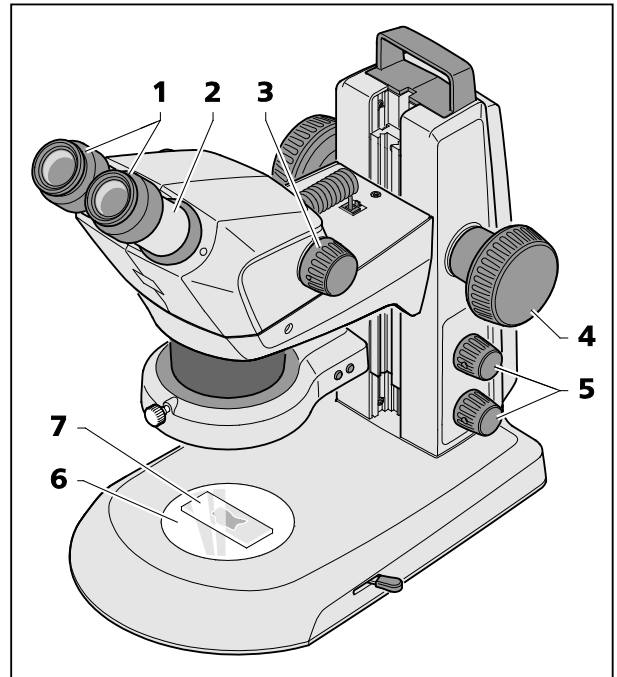

Fig. 18 Ajuste del estereomicroscopio
1. Poner el objeto (Fig. 18/7) en el centro de la placa de vidrio resp. la placa de material plástico (Fig. 18/6) e iluminar (Fig. 18/5).
2. Poner la compensación de dioptrías en los oculares ajustables (Fig. 18/1) a "0".
3. Ajustar la distancia interpupilar individual al desplazar lateralmente los portaoculares (Fig. 18/2) hasta que sea visible sólo **un** círculo luminoso (campo de objeto) sin lados cortados al mirar por los oculares con ambos ojos.
4. Poner el valor zoom (Fig. 18/3) primero al aumento más pequeño.
5. Enfocar un detalle relevante pequeño en el centro de la imagen del objeto (Fig. 18/4).
6. Ajustar el valor zoom máximo (Fig. 18/3). Debido al aumento, el detalle relevante probablemente vuelva a aparecer sin nitidez y ya no se encuentra en el centro de la imagen.
7. Enfocar el objeto nítidamente, luego buscar otra vez el detalle al desplazar el objeto y volver a enfocar exactamente (Fig. 18/4).
8. Luego ajustar otra vez el valor zoom más pequeño y en caso dado corregir las faltas de nitidez para cada ojo de forma separada con la compensación de dioptrías **en los oculares ajustables** (no mediante el mando de enfoque, Fig. 18/4) (compensación de ametropía).